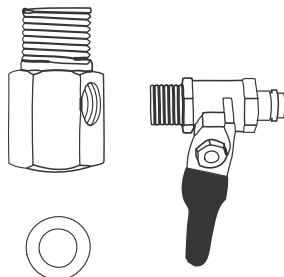

Рис. 10
2.1. Соберите узел подачи воды путем соединения шарового крана с тройником, как показано на **рис. 10**. Используя ленту ФУМ, вверните кран подачи воды в тройник. Будьте предельно осторожны при подсоединении крана — чрезмерное усилие повредит его резьбу. Используйте гаечный или разводной ключ.